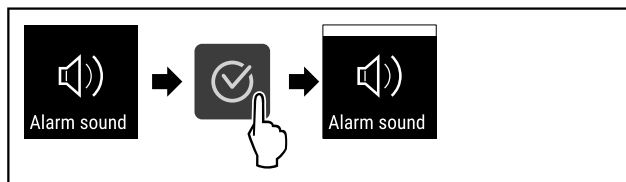

Fig. 79
- ▶ Eseguire i passi (vedere Fig. 79) .